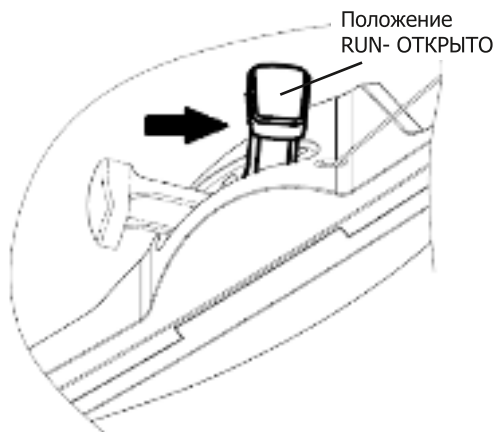

Рис. 21
- После запуска двигателя, немедленно переведите рычаг воздушной заслонки в положение «RUN» – открыто (рис. 21) (При низких температурах, прежде, чем переводить заслонку в открытое положение дайте прогреться двигателю несколько минут)